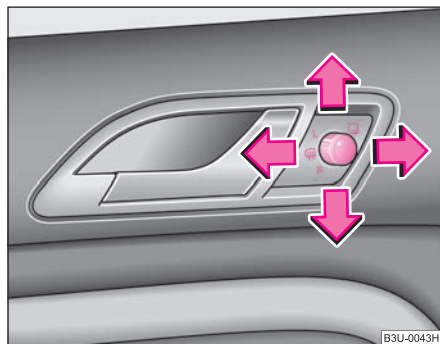

Fig. 53 Parte interior de la puerta: Botón giratorio (joystick)
- Gire el botón giratorio a la posición  ⇒ fig. 53.
Si el botón giratorio se encuentra en la posición **R** ⇒ fig. 53 y se acopla la marcha atrás, la superficie del espejo retrovisor se abatirá un poco hacia abajo. De ese modo, será posible ver el bordillo durante el aparcamiento.
- Lleve el accionamiento del retrovisor exterior a la posición **R** ⇒ página 73, fig. 53.